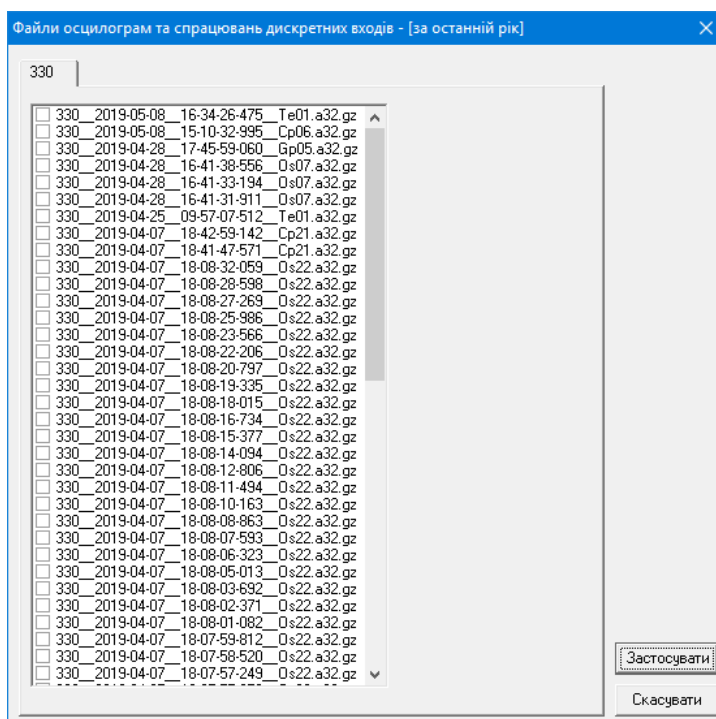

Рис. 3.30. Вікно вибору осцилограм для завантаження на ПК
- після встановлення з'єднання – завантажуються список осцилограм. Після завантаження – список осцилограм, відсутніх на ПК, буде відображений у вікні, рис. 3.30. У цьому вікні необхідно вибрати осцилограму/осцилограми для завантаження на ПК і натиснути кнопку **Застосувати**;